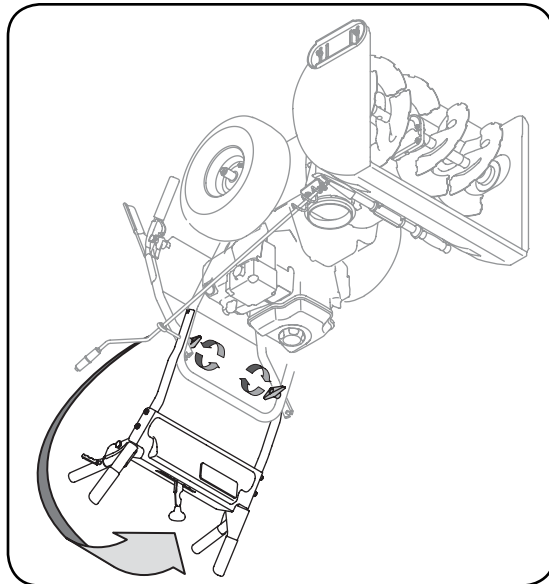

Figure 3-1
1. Assurez-vous que les deux câbles, sur la partie inférieure de la souffléuse, sont bien alignés avec les rouleaux de guidage. Redressez le guidon supérieur, alignez le guidon supérieur avec le guidon inférieur. Voir la Figure 3-1.